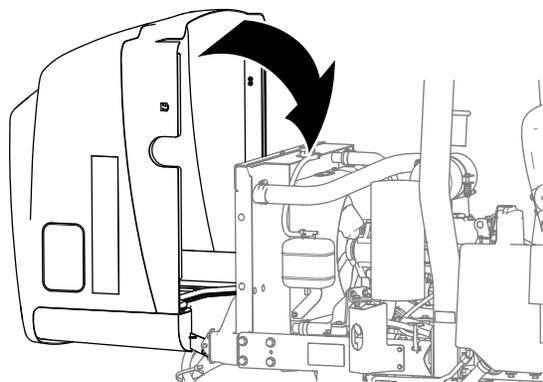

Figura 25
1. Gire el capó hacia delante y bájelo con cuidado hasta la máquina (Figura 25).